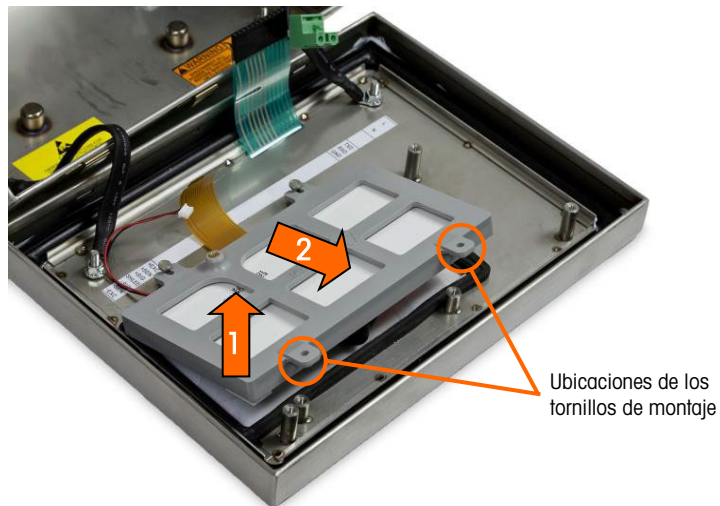

Figura 5-21: Tornillos de montaje del módulo de pantalla
1. Afloje y retire los dos tornillos que sujetan el módulo de pantalla a la caja. En la Figura 5-21 se identifican las posiciones de los tornillos.
3. Coloque el módulo de la pantalla LCD en el soporte con los arneses de la pantalla y luz de fondo orientados como se ilustra en la Figura 5-21.
6. Instale los dos tornillos que sujetan el módulo de pantalla a la caja. En la Figura 5-21 se identifican los tornillos.